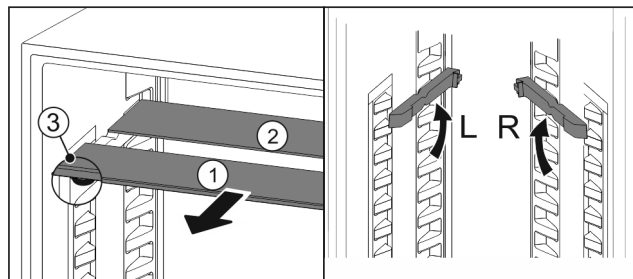

Fig. 59
- ▶ Húzza ki Fig. 59 (1) előre az üveglapokat egyesével.
- ▶ Az üveglap Fig. 59 (1) a dísléccsel előre néz.
- ▶ Az ütközők Fig. 59 (3) lefelé mutatnak.